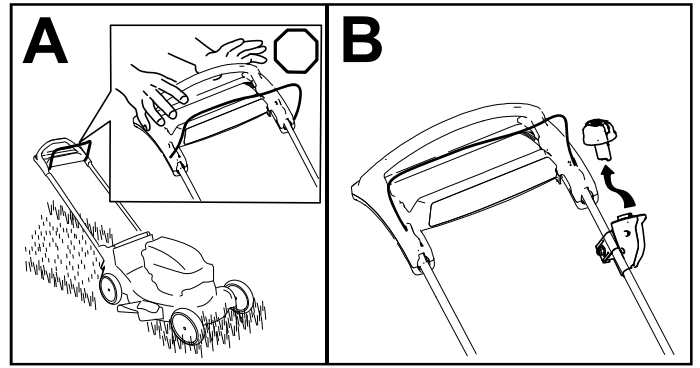

Figura 15
1. Suelte la barra de control de la cuchilla (Figura 15, A).
2. Retire el botón de arranque eléctrico del interruptor de arranque eléctrico (Figura 15, B).